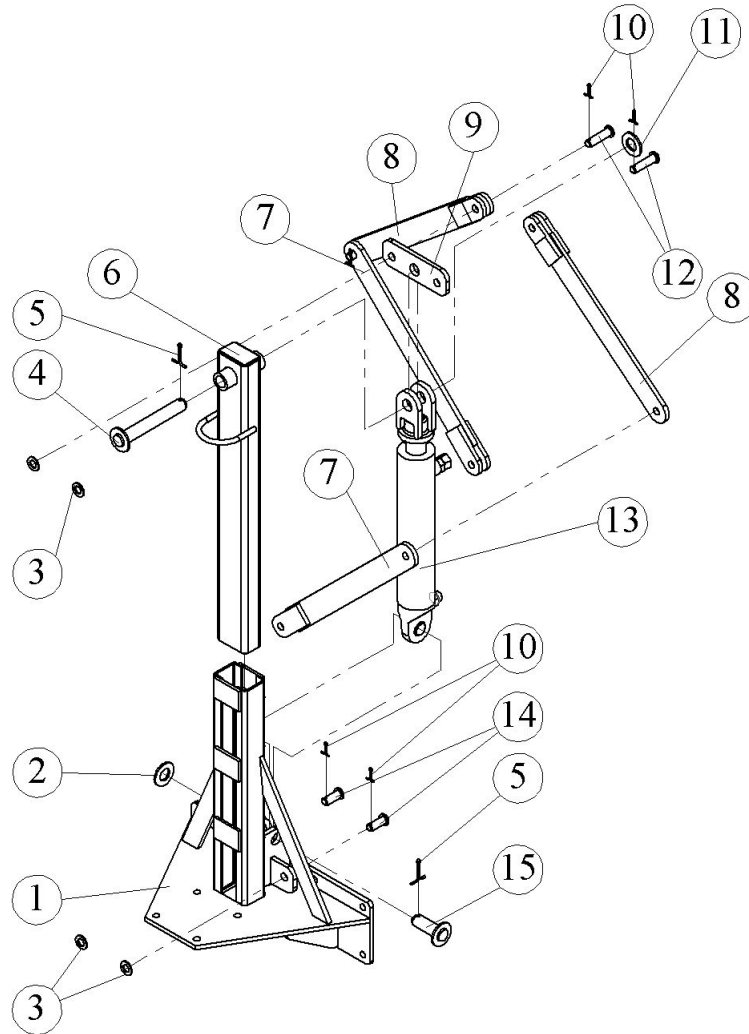

Рис. 4.3.1. Сборка кронштейна гидроцилиндра
4.3.1. В заднее основание кронштейна гидроцилиндра (1) вставьте стойку (6) (рис. 4.3.1).